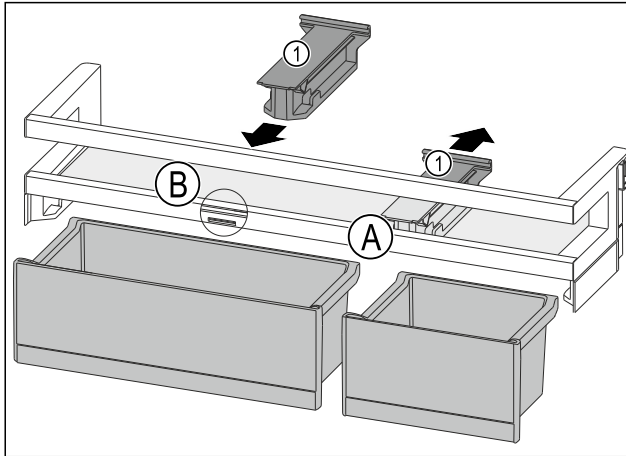

Fig. 85
- ▶ Bevestigingsdeel Fig. 85 (1) in positie Fig. 85 (A) naar achteren wegtrekken.
- ▶ Bevestigingsdeel Fig. 85 (1) in positie Fig. 85 (B) plaatsen.